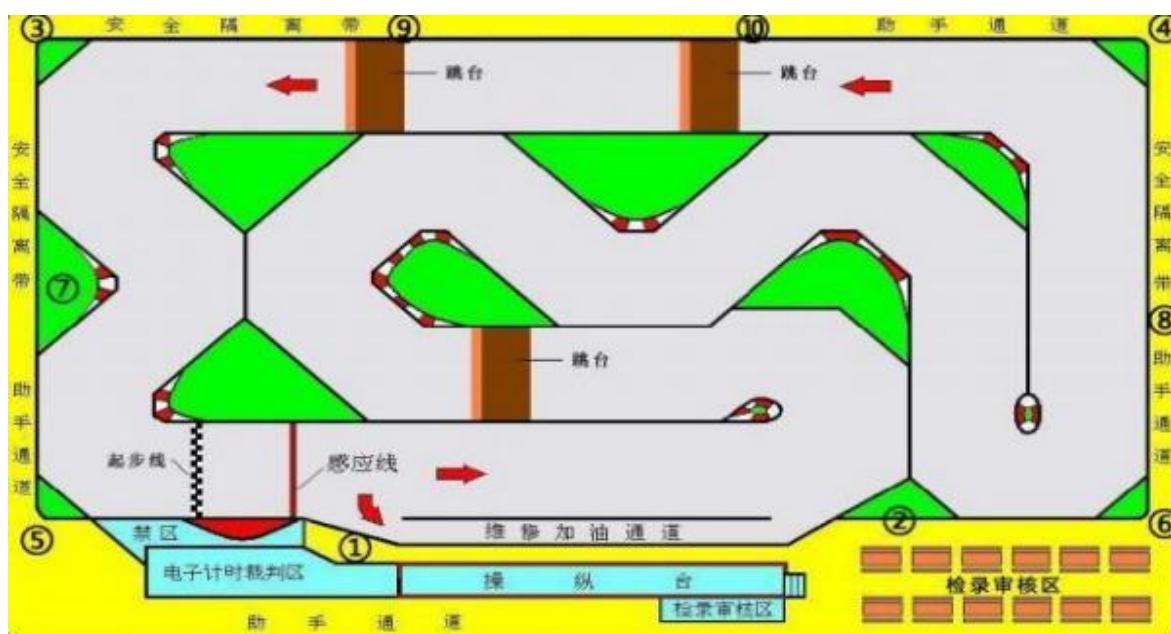

图22 1/18电动越野、1/16电动平跑车、1/10电动平跑车竞速赛场地示意图
4.1 竞赛场地 (见图22)
4.2.2 竞赛场地 (见图22、图23)
4.3.2竞赛场地（见图22、图23）
4.4.2. 竞赛场地（见图22、图23）